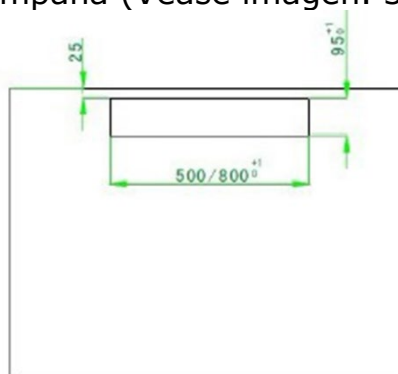
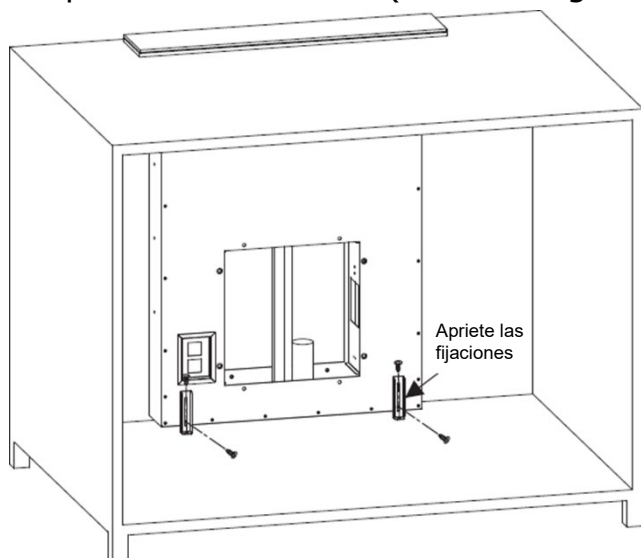

Imagen. 2
Imagen. 3
2. Coloque la campana en el hueco del armario (Véase imagen 2) Utilice 4 tornillos ST4\*8 y ST4\*14 y apriete para fijar la campana (Véase imagen. 3)